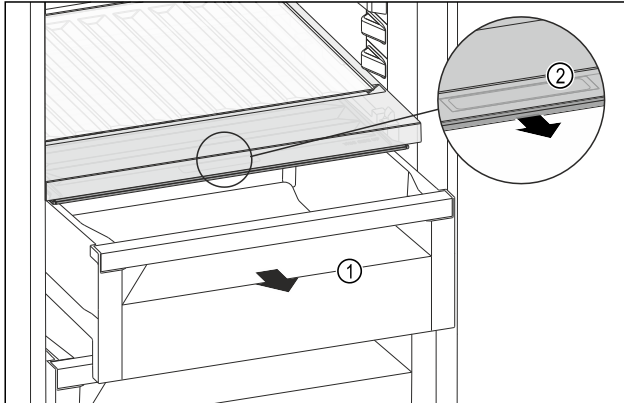

Fig. 208
- Schubfach Fig. 208 (1) herausziehen.
- Griffmulde Fig. 208 (2) am Fachdeckel anfassen und Fachdeckel gleichzeitig nach vorne ziehen.